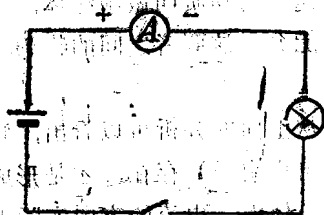

图 8-15
测量电路的电流强度，需要使用直流电流表 (安培表)。测量时，先打开开关，切断电源，把安培表④串接在电路里，如图 8-15 所示，然后再合上开关，从安培表的读数来观察电流的大小。测量时，要注意仪表的极性，必须使电流从仪表的正接线柱流入；还必须注意电流表的量程，如果用量程小的电流表去测大电流，就要烧毁仪表。万用表也可以测量小电流。测量时，将选择开关转到标有直流电流符号的范围内，选好